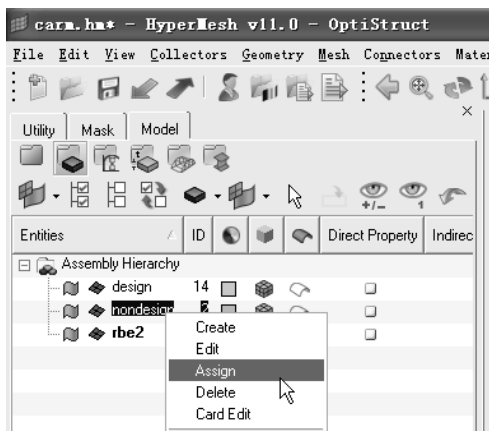

图 8-20 选择 Assign
(7) 单击 Model 按钮，在模型浏览窗口内上单击鼠标右键，移动光标至 Create，激活其二级菜单并选择 Property。
(8) 在 Name 栏输入 design_prop。
(9) 单击 card image=，并选择 PSOLID。
(10) 单击 material =，并选择 Steel。
(11) 单击 Create 按钮。
(12) 同上建立一个新的 Property，在 Name 栏输入 nondesign_prop。
(13) 单击 card image=，并选择 PSOLID。
(14) 单击 material =，并选择 Steel。
(15) 单击 Create 按钮。
(16) 单击 Component () 按钮，在标签区域 nondesign 组件处右击鼠标选择 Assign，如图 8-20 所示。